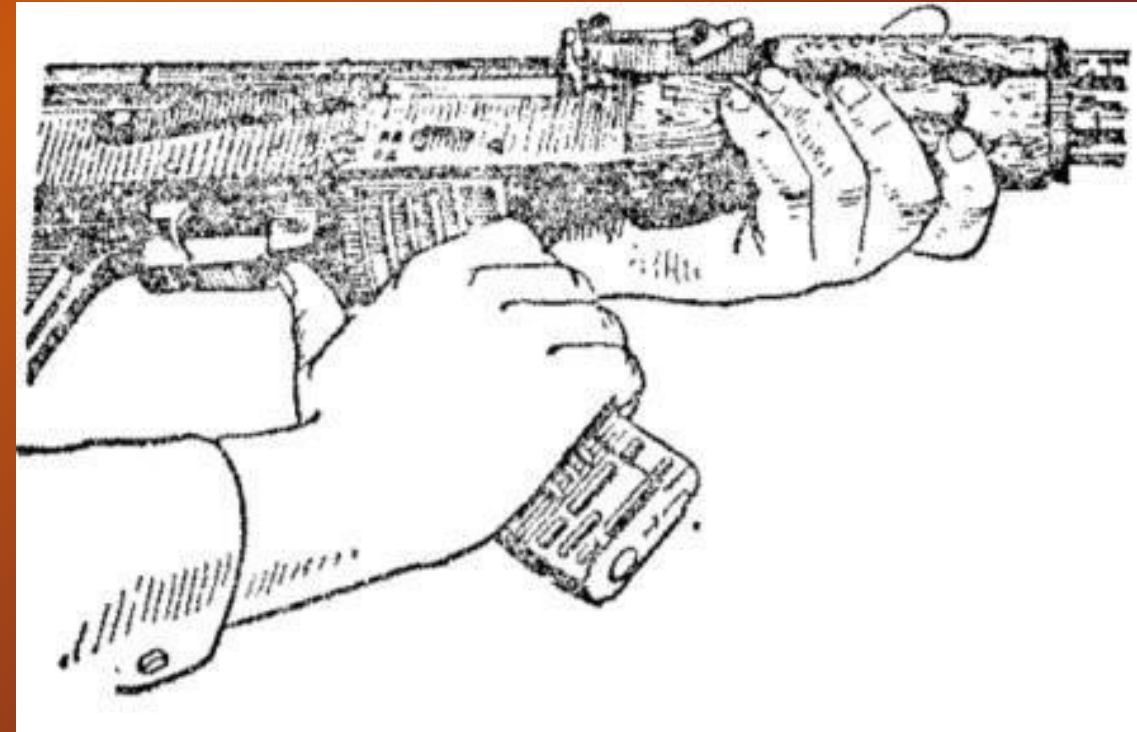

Рис. 3. Отделение магазина
1) Отделить магазин. Удерживая автомат левой рукой за шейку приклада или цевье, правой рукой обхватить магазин (рис. 3); нажимая большим пальцем на защелку, подать нижнюю часть магазина вперед и отделить его. После этого проверить, **нет ли патрона в патроннике**, для чего опустить переводчик вниз, отвести рукоятку затворной рамы назад, осмотреть патронник, отпустить рукоятку затворной рамы и спустить курок с боевого взвода.